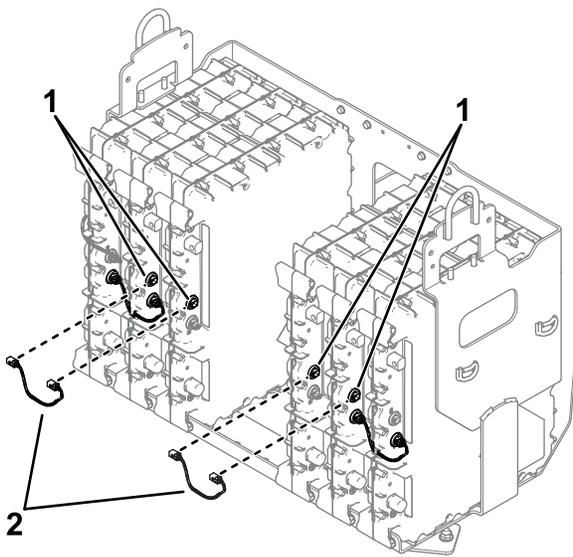

Figura 6
2. Collegate i nuovi cablaggi preassemblati sulle porte delle batterie etichettate con D2 (Figura 6).